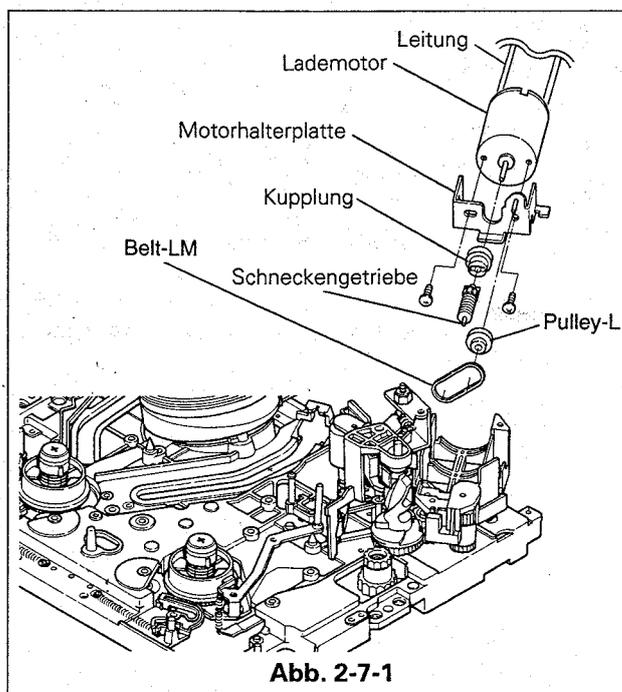

Abb. 2-7-1
2-7-1 Ausbau (siehe Abb. 2-7-1, 2-7-2)
- Beim Typ-B den Riemen LM vom Lademotor und Zwischenrad entfernen. Siehe Abb. 2-7-1.
2-7-2 Einbau (siehe Abb. 2-7-1~2-7-3)